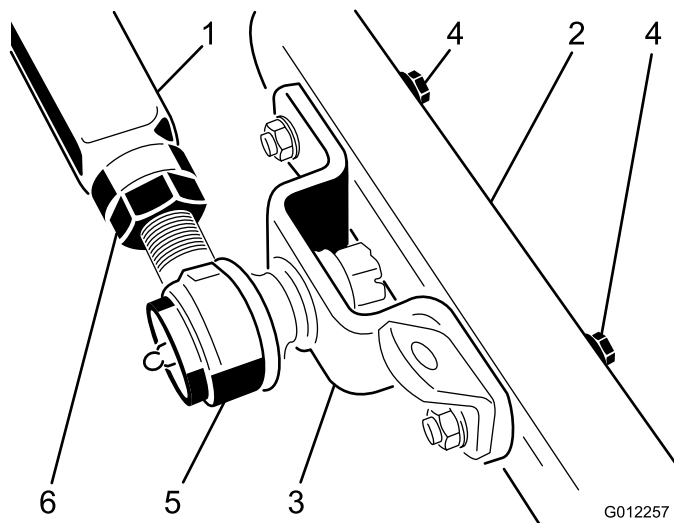

Figure 21
- Demandez à une autre personne d'appuyer sur le bras de poussée gauche pendant que vous enlevez les vis à tête, les rondelles plates et les contre-écrous qui fixent le support de rotule et le support de chaîne au bras pivotant sur le plateau de coupe (Figure 21). Cette même personne peut laisser remonter doucement le bras de poussée ce qui soulagera graduellement la charge de 68 kg du ressort.
5. Demandez à une autre personne d'appuyer avec précaution sur le bras de poussée gauche jusqu'à ce que les trous du support de rotule soient en face des trous du bras pivotant (Figure 21). Glissez immédiatement un bloc de bois de 10 cm x 10 cm entre le haut du bras de poussée et le dessous du châssis.